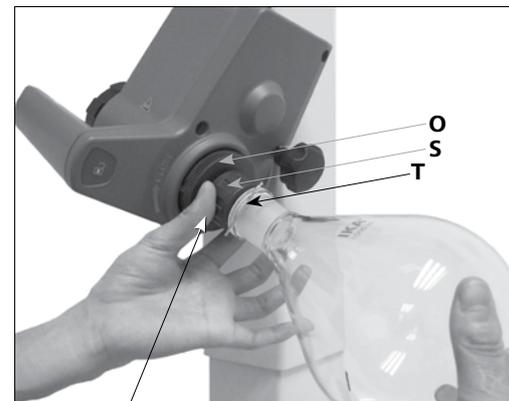

Fig. 15b
- Drehen Sie die Kunststoffmutter (**P**) mit der Klammer (**S**) gegen den Uhrzeigersinn bis sich die Klammer über den Flansch legen lässt. (Fig. 15b)